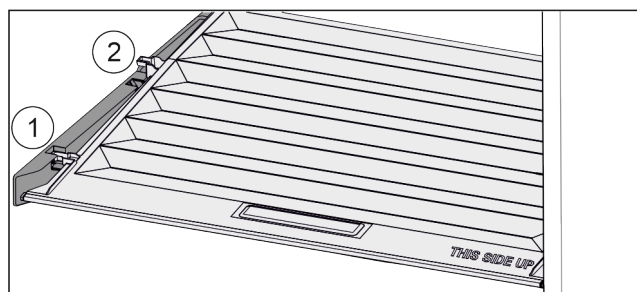

Fig. 27
- Tirare in avanti il coperchio fino all'apertura nei fermi Fig. 27 (1).
- Sollevare posteriormente dal basso e togliere verso l'alto Fig. 27 (2).